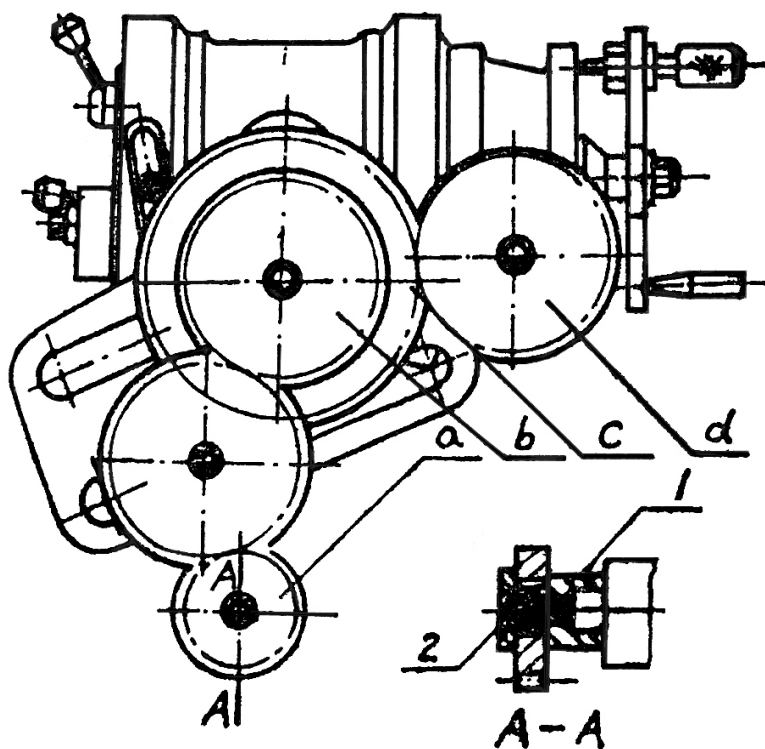

Рис. 4
Расположение шестерней показано на Рис. 4. Перед установкой шестерней, втулка (1), на которой установлена шестерня (а), должна быть соединена с винтом подачи станка, после чего болт (2) должен быть затянут.